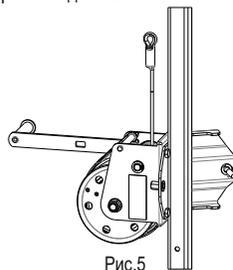

Рис.5
- Закрепите устройство на опоре трипода. Блокирующий штифт держателя необходимо закрепить в стопорном отверстии, которое находится на наружной части опоры (рис. 5).